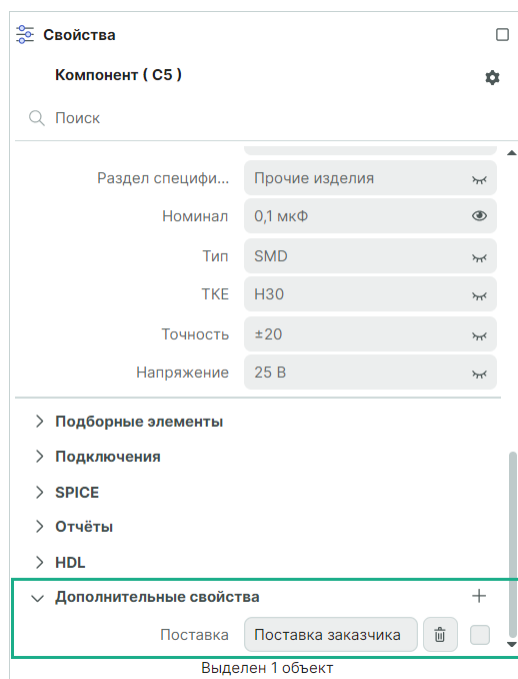

Рис. 98 Добавленное дополнительное свойство
3. Дополнительное свойство будет добавлено к свойствам радиодетали, см. Рис. 98.